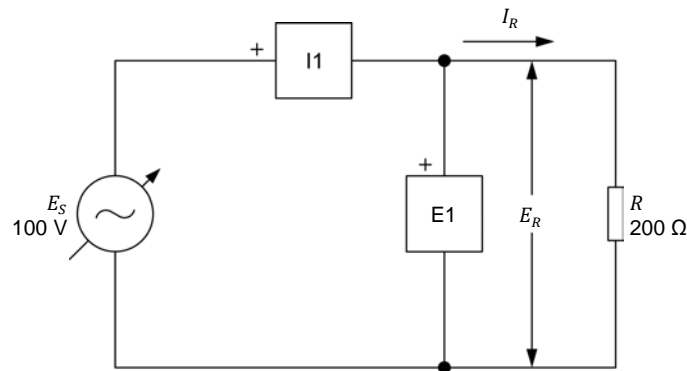

Figure 3-5. Circuit ca contenant une résistance et installé pour des mesures de puissance.
8. Montez le circuit montré dans la figure 3-5.
- 10.** Calculez la puissance active P dissipée dans la résistance du circuit montré dans la figure 3-5.